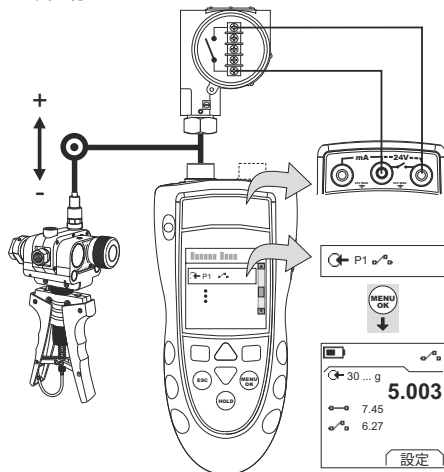

図 4: 構成例 - スイッチテスト
- 本計器を接続し(図4)、必要に応じてセットアップ(表1)を調整します。